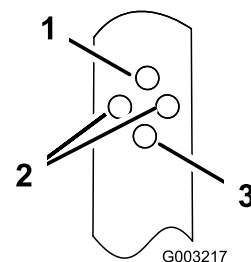

Figure 15
2. Insérez le boulon dans le trou de chaque support de sorte à régler le guidon à la hauteur voulue (Figure 15).